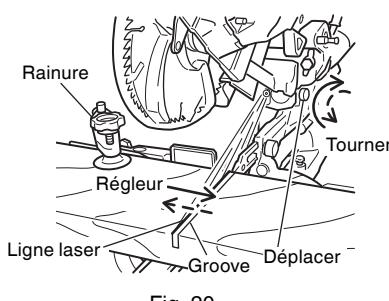

Fig. 20
- (1) Allumer le marqueur laser et marquer une rainure de 3/16" (5mm) environ de profondeur sur la pièce qui a une hauteur de 25/32" (20mm) et une largeur de 5-29/32" (150mm). Maintenir la pièce rainurée dans un étai telle qu'elle est et ne pas la déplacer. Pour réaliser la rainure, se reporter à "11. Procédures de coupe d'encoche, page 47.
- (2) Cela fait, tourner le régulateur et décaler la ligne laser. (Quand on tourne le régulateur dans le sens des aiguilles d'une montre, la ligne laser se décale vers la droite et quand on tourne le régulateur dans le sens contraire des aiguilles d'une montre, la ligne laser se décale vers la gauche.) Si on travaille avec la ligne tracée à l'encre sur le côté gauche de la lame de scie, il faut aligner la ligne laser avec le côté gauche de la rainure. (Fig. 20) Si on travaille avec la ligne tracée à l'encre sur le côté droit de la lame de scie, il faut aligner la ligne laser avec le côté gauche de la rainure.